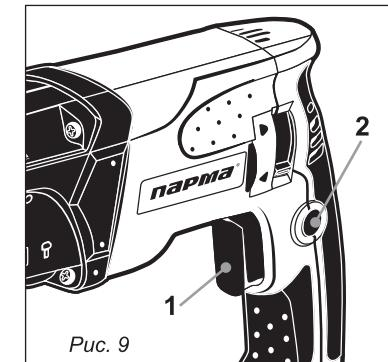

Рис. 9
6.5. Кнопка фиксации выключателя (рис. 9)**ВНИМАНИЕ!**